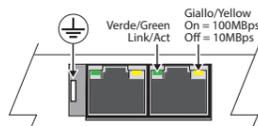

Fig. 4
- toujours réaliser la mise à la terre par le faston mâle situé à proximité des connecteurs Ethernet (fig. 4)